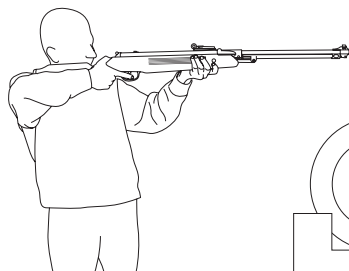

Fig. 12
- Apunte, desenganche el seguro y prepárese a disparar (Fig. 12)